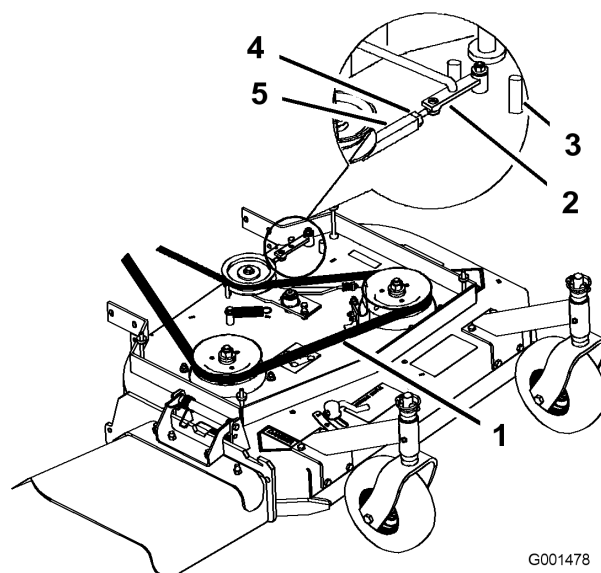
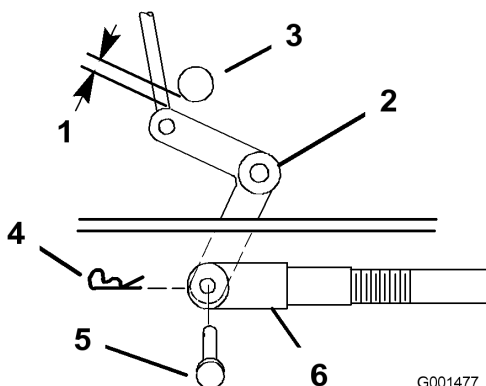

Figure 50
Figure 49
Remarque: Si le bras d'assistance ne touche pas la butée avant du plateau de coupe (Figure 50), réglez la chape de sorte à rapprocher le levier coudé de l'arbre de sortie de transmission (Figure 49).
9. Vérifiez l'écartement entre l'axe coudé et l'arbre de sortie de transmission (Figure 49).
11. Tournez la chape dans le sens horaire sur la tige pour accroître l'écartement, et dans le sens anti-horaire pour le réduire (Figure 49).
3. Desserrez le contre écrou sur le tendeur (Figure 50).
4. Tournez le tendeur vers l'arrière du plateau de coupe pour augmenter la tension sur la courroie. Tournez le tendeur vers l'avant du plateau de coupe pour réduire la tension sur la courroie (Figure 50).